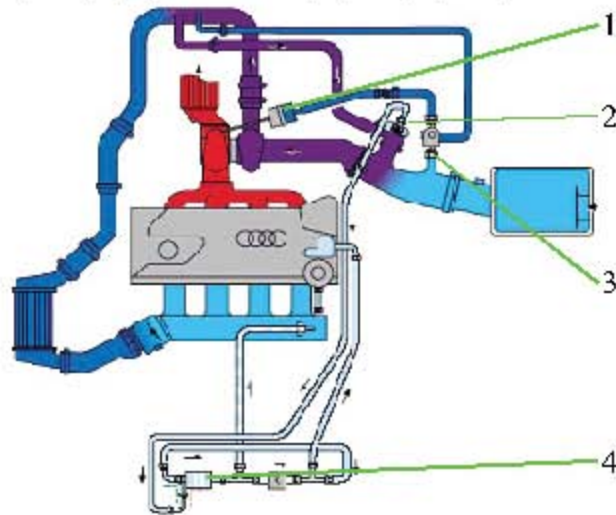

图3 涡轮增压系统结构
- 6). 要获取关键数据，必须熟悉该车涡轮增压系统(图 3)控制过程。在发动机不需要增压时，进气歧管内的负压通过真空管经空气再循环电磁阀将空气再循环阀的膜片吸起，这样增压器出口与进口相通，此时增压器不起作用。当发动机超速切断时，为保证空气再循环阀的可靠打开，空气再循环电磁阀(N249)通电，切断空气再循环阀与进气歧管的连通，而与真空罐连通，这样就可以避免因进气歧管内真空度低而无法打开空气再循环阀的情况。增压压力控制阀和增压压力控制电磁阀用于控制发动机增压压力的大小。增压压力的大小直接反映了涡轮增压系统的工作状态。结合上述涡轮增压系统控制原理，需要重点读取实际增压压力值。